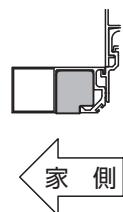

図3-12 側面図
- ①上レールすき間塞ぎパッキンを上レール内へ押し込み、はめ込んでください。(図3-11、図3-12参照)